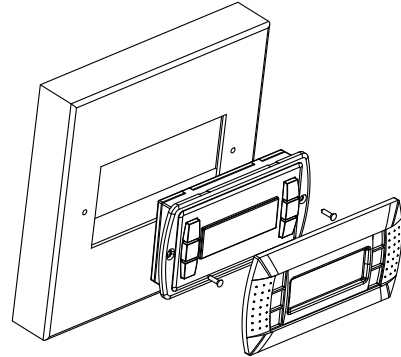

Рис. 1
- Установите в проём терминал PGD0000F00 со снятой передней рамкой и закрепите в этом положении, завернув в панель винты с потайной головкой из комплекта терминала, как показано на рис. 1;
- Insert the terminal, with the front frame removed, into the opening, and fasten the device to the panel using the flush-head screws, supplied in the packaging, as shown in Fig. 1;